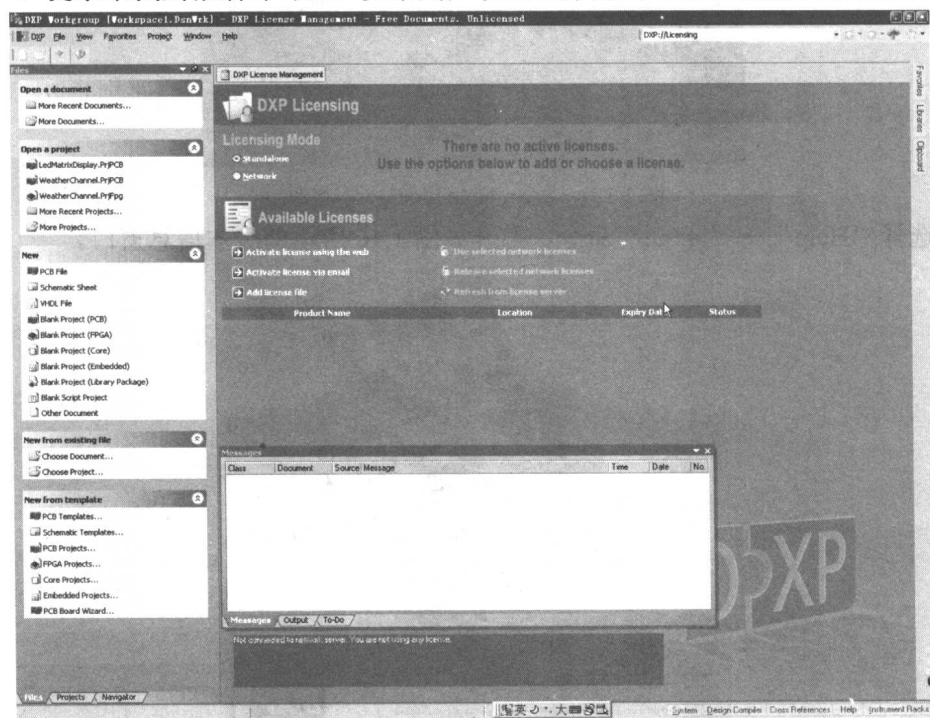

图 1.13 未激活的 Protel DXP 2004 界面
启动后, Protel DXP 2004 将自动新建一个名为“Workspace1.DsnWrk”的工作台, 此时工具栏中的快捷按钮都处于不可用状态, 系统自动打开如图 1.13 所示的“DXP Licenses management”页面, 以红色显示“**There are no active licenses. Use the options to add or choose a license**”, 提示未找到激活许可证, 要求用户设置或添加许可证以激活 Protel DXP 2004。
(1) 在图 1.13 所示界面的“DXP Licensing”栏内的“Licensing Mode”选项栏中选择软件许可证类型, “Standalone”表示单机版软件许可证, “Network”表示网络版软件许可证。